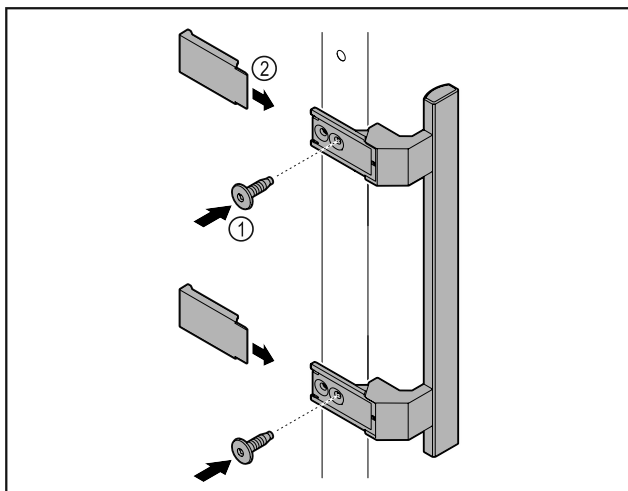

Fig. 66
- Fixer la poignée à la porte à l'aide des vis Fig. 66 (1) fournies.
- Poser les caches Fig. 66 (2).